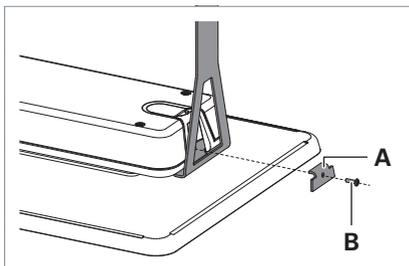

Fig. 5: Hoek aan plafondhouder schroeven.
- ▶ Schroef de hoek **A** met de schroef **B** aan de plafondhouder, zie Fig. 5.